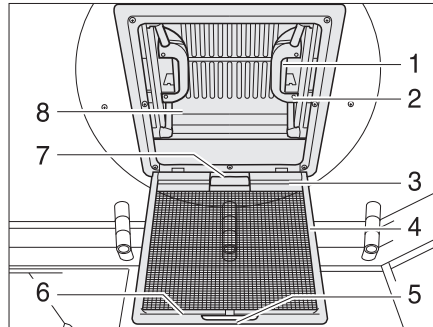

Fig. 41 Lanterneau à poussoirs
- Tirer sur la poignée (Fig. 41,5).
- Rabattre la moustiquaire (Fig. 41,4) vers le bas.
- Appuyer sur le verrou (Fig. 41,1) vers l'intérieur du lanterneau (Fig. 41,8). Pousser le lanterneau simultanément vers le haut par la poignée (Fig. 41,2).
- Faire basculer la moustiquaire (Fig. 41,4) vers le haut jusqu'à ce qu'elle s'enclenche.
- Tirer fortement le lanterneau (Fig. 41,8) vers le bas par les deux poignées (Fig. 41,2) jusqu'à ce que les deux verrous (Fig. 41,1) s'encliquettent.
- Tirer le store occultant par la poignée (Fig. 41,7) et accrocher la barre d'accrochage (Fig. 41,3) dans la barre de retenue (Fig. 41,6) de la moustiquaire.
- Détacher la barre d'accrochage (Fig. 41,3) de la barre de retenue (Fig. 41,6) et laisser revenir lentement le store occultant.